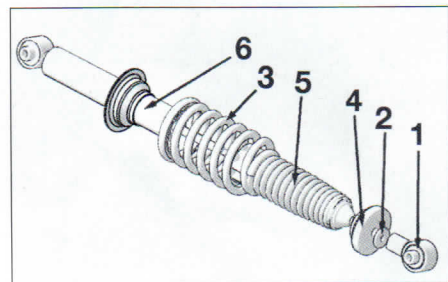

FIG. 15
- la rótula (1) (fig. 15), bloqueando la rotación de la varilla de amortiguador con una llave fija de 12.
- la arandela (2).
- Descomprimir y separar el muelle (3).